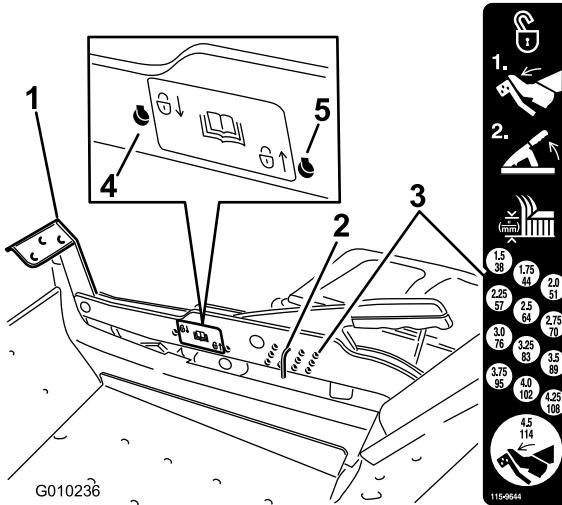

Bild 27
1. Treten Sie mit dem Fuß auf das Mähwerkhubpedal und heben Sie das Mähwerk in die Transportstellung an (auch die Schnitthöhe von 114 mm) (Bild 27).
2. Entfernen Sie den Splint zum Einstellen der Schnitthöhe aus der Schnitthöhenhalterung (Bild 27).
3. Wählen Sie ein Loch in der Schnitthöhenhalterung, das der gewünschten Schnitthöhe entspricht, und stecken Sie den Lastösenbolzen wieder ein (Bild 27).
2. Entfernen Sie den Stift aus der Schnitthöhenhalterung (Bild 27).
3. Wählen Sie das niedrigere Loch auf dem Arretierungsschild und stecken Sie den Stift ein (Bild 27).
4. Wählen Sie das höchste Loch auf dem Arretierungsschild und stecken Sie den Stift ein (Bild 27).